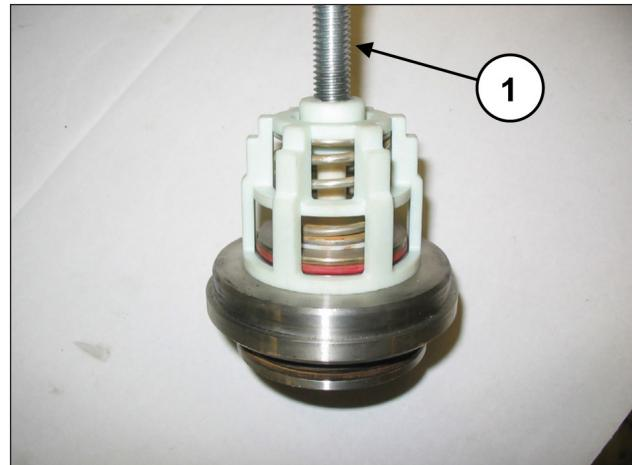

Abb. 104
Bauen Sie die Saug- und Druckventilgruppen durch Anziehen einer Schraube M10 aus, um durch Drücken auf die innere Führung die Ventilführung aus dem Ventilsitz herausziehen zu können (Pos. ①, Abb. 104).